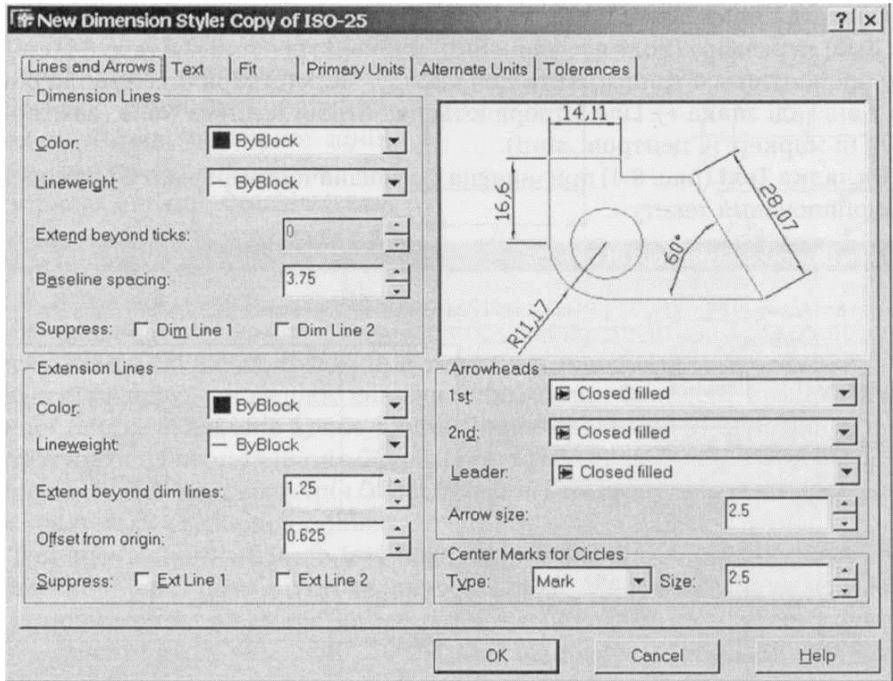

Рисунок 1.4
5. В області Dimension Lines на вкладці Lines and Arrows діалогового вікна New Dimension Style (див. рис. 1.4) введіть у полі введення Baseline Spacing значення відстані між розмірними лініями, що наносяться від однієї бази, повинно бути число 6. Колір і тип лінії - білий і **ByBlock**. Змінювати ці установки не рекомендується, щоб у наступному не виникало проблем із виведенням креслення на папір.